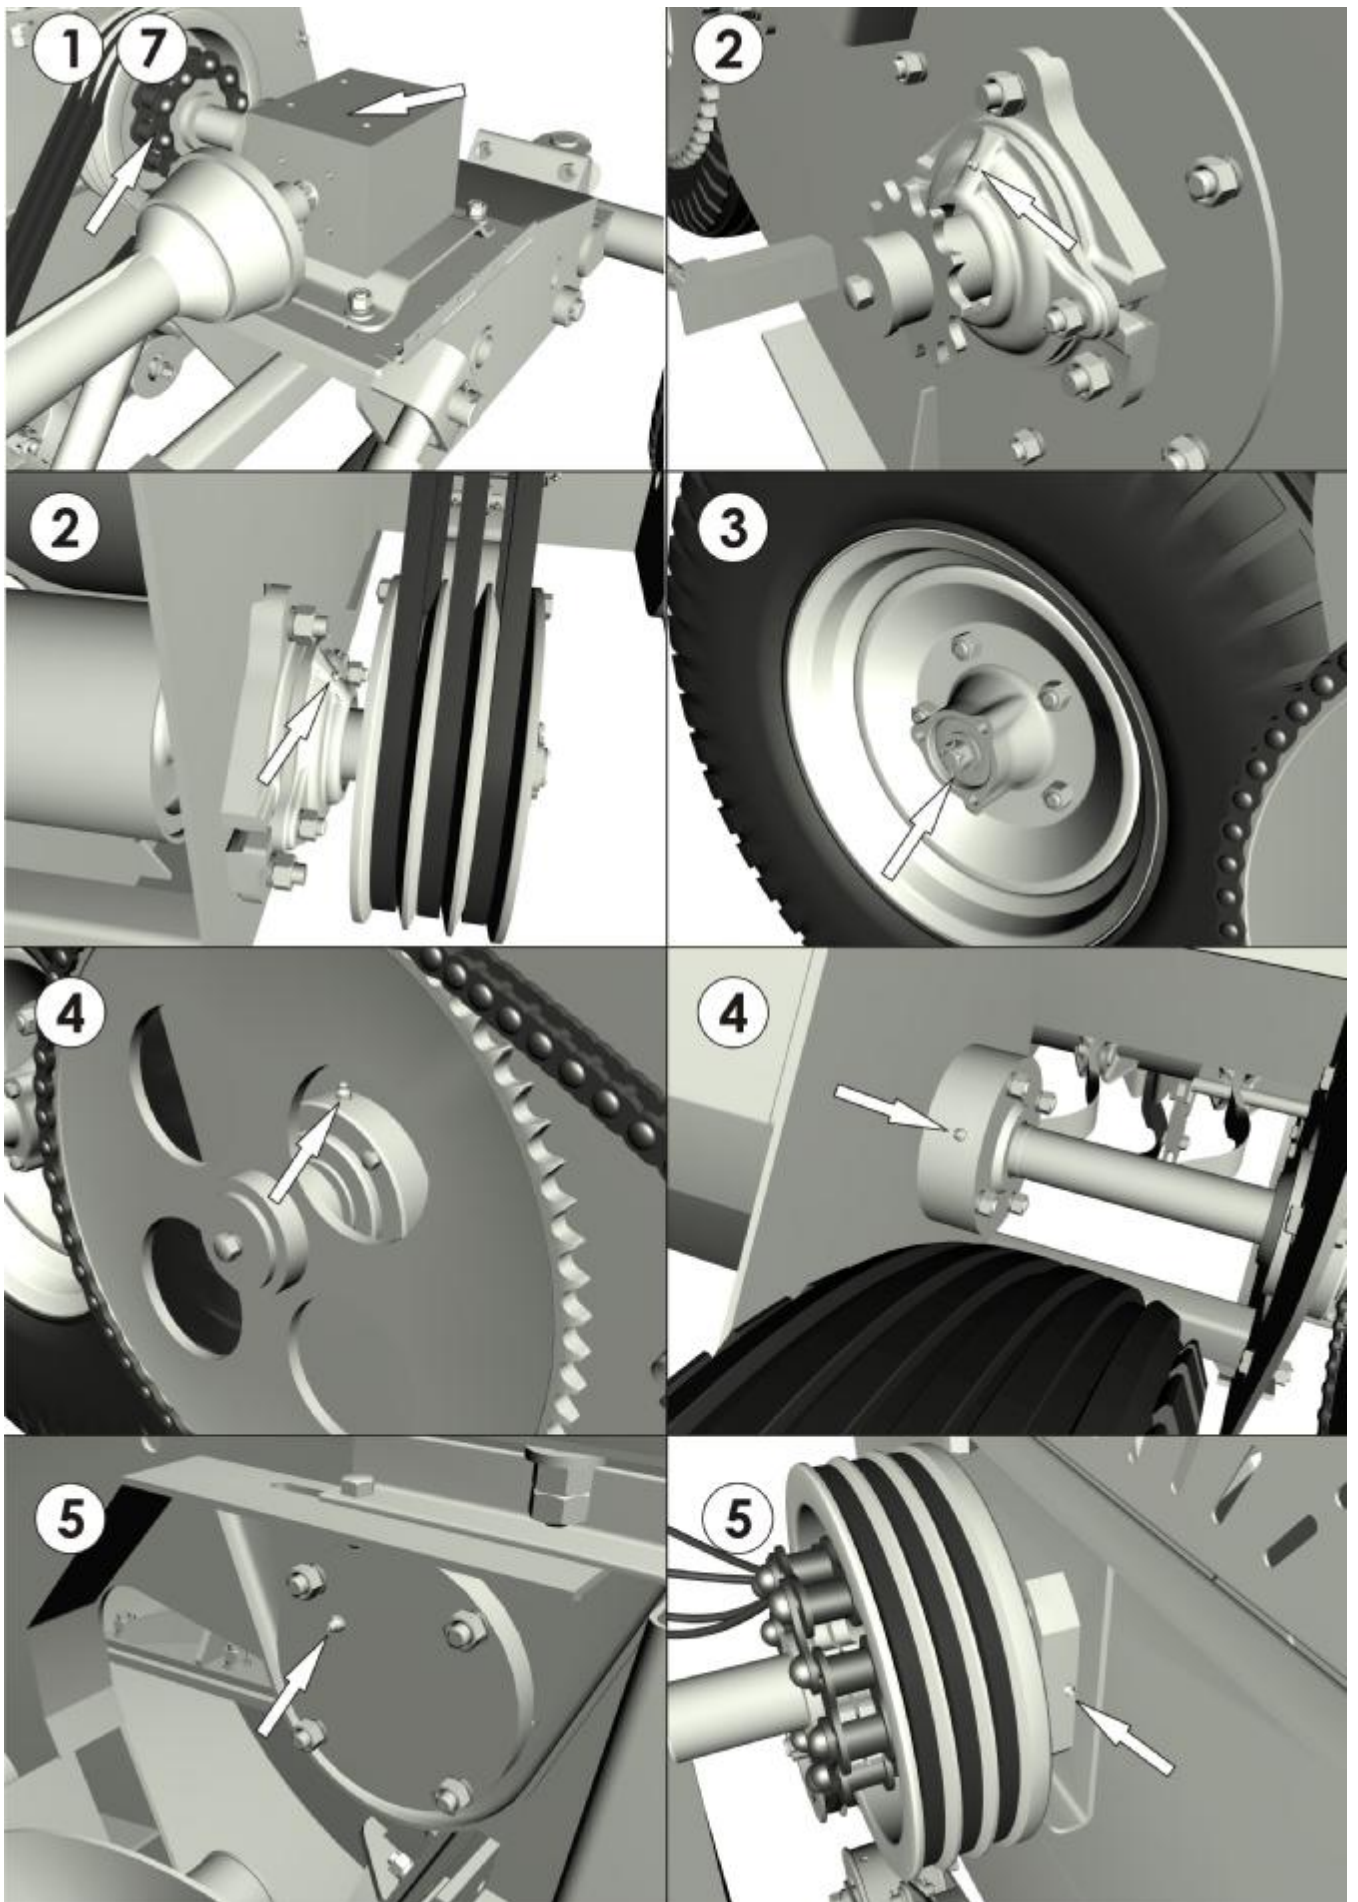

Рис. 17 Точки смазки измельчителя
* - согласно рис. 17 и табл. 4